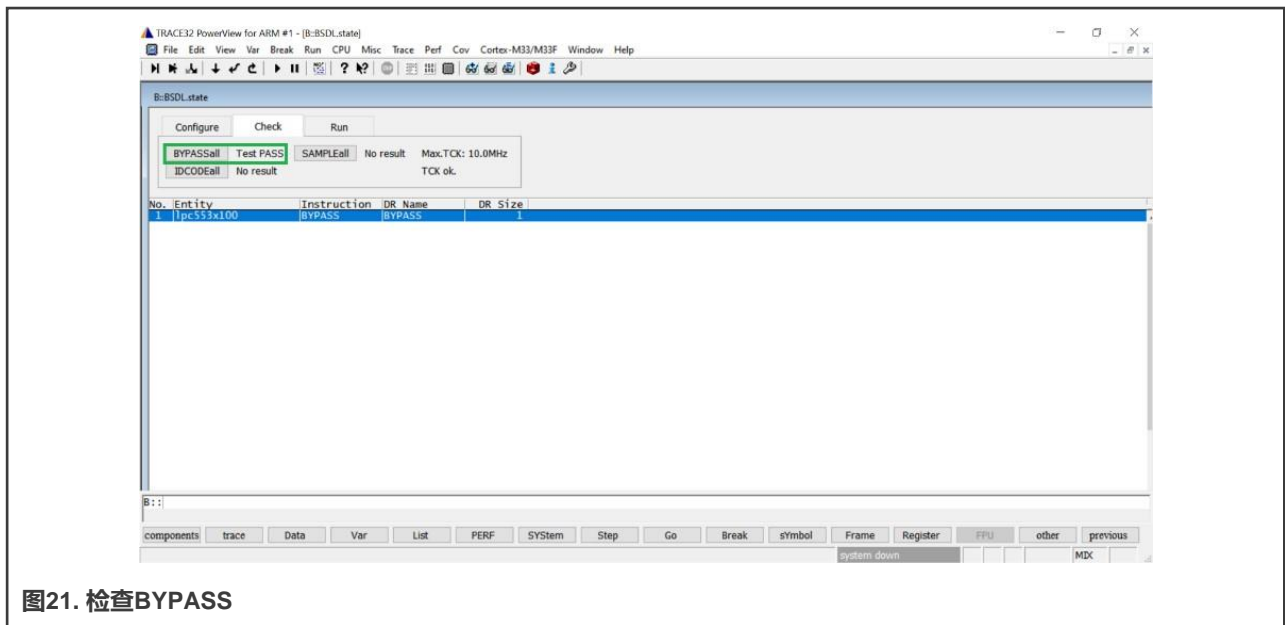
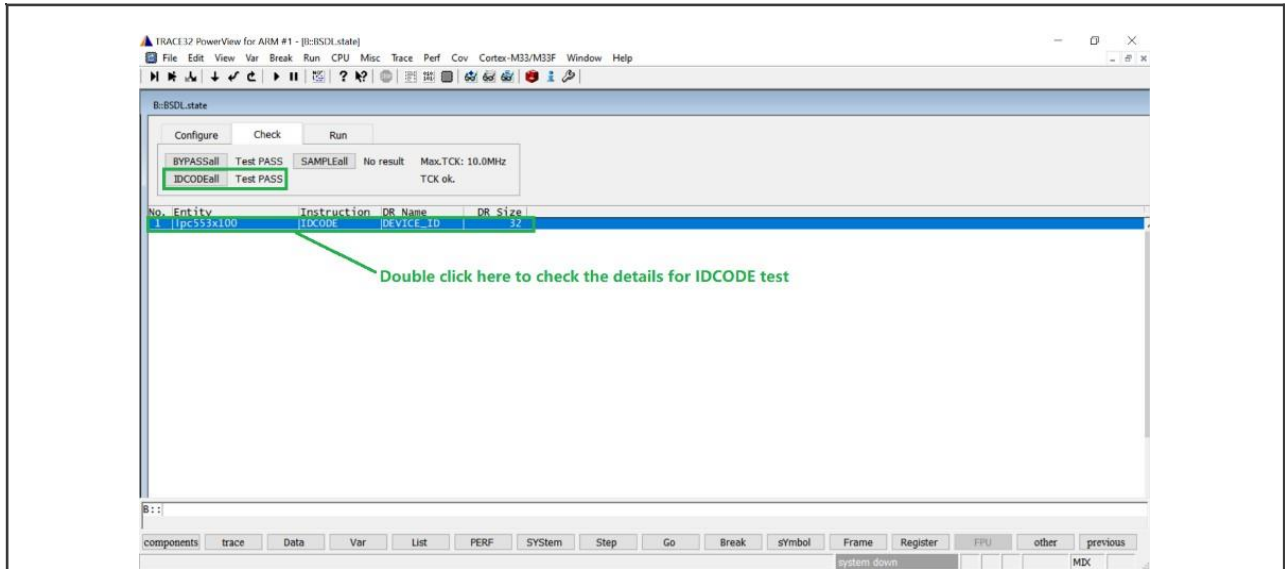
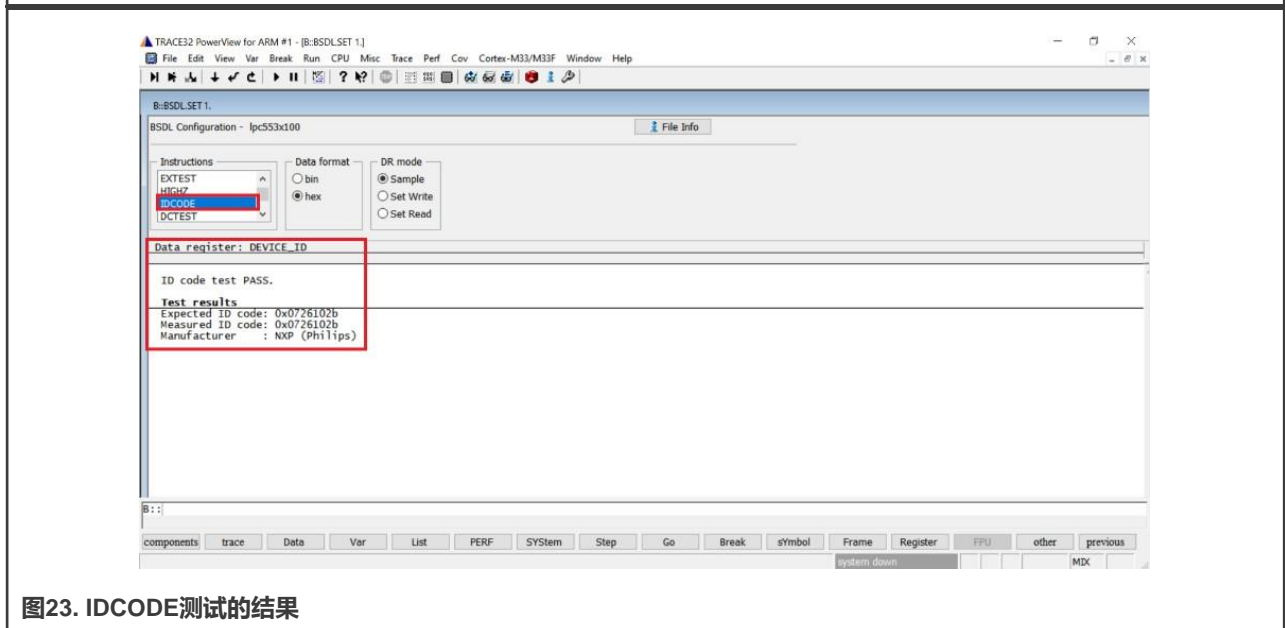

图21. 检查BYPASS
图22. 检查IDCODE测试
图23. IDCODE测试的结果
7. 切换到**BSDL.状态窗口**的“**检查**”选项卡。要查看两个结果是否都能通过，请单击**BYPASSall**和**IDCODEall**，如**图21**和**图22**所示。双击**图22**中的实体名称，即可在**BSDL.SET**窗口中看到IDCODE的测试结果，如**图23**所示。